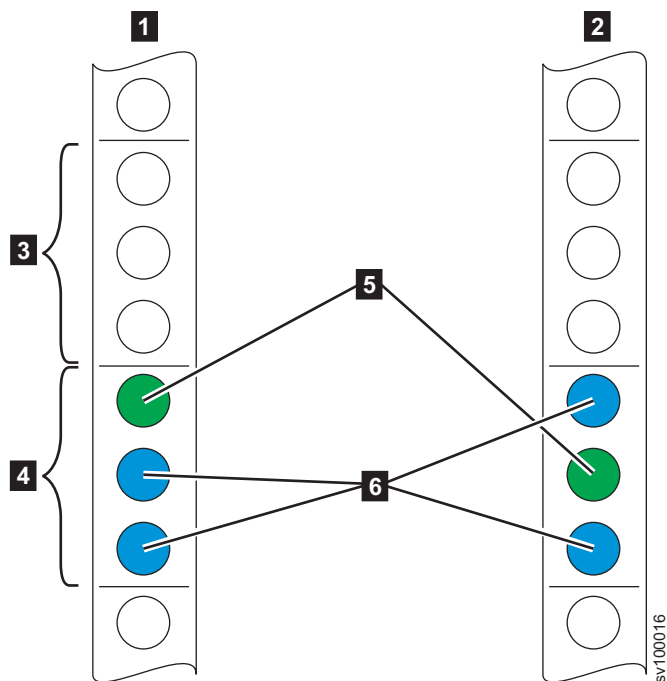

図 40. ラック・スペースの識別
2. 59 ページの図 40 に示されているように、(取り付けのノードに応じて) ラック内の使用可能な 2U スペースを選択します。